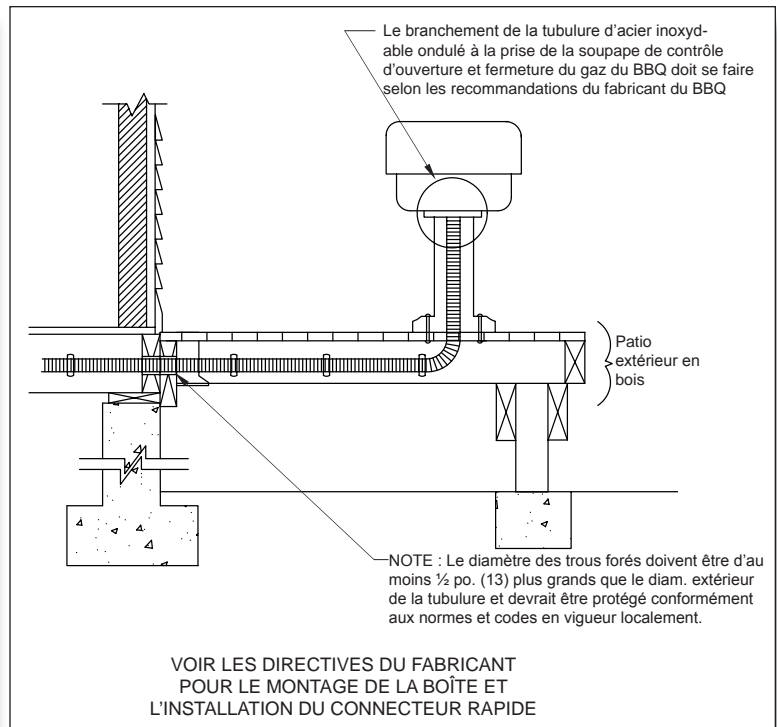

FIG. 4-25 BRANCHEMENT D'UNE CONNEXION DIRECT SUR UN PATIO SURÉLEVÉ
- Un barbecue monté en permanence sur un patio doit être raccordé au système DIAMONDBACK™, tel qu'indiqué dans la FIG. 4-25 et, conformément aux directives de Metal Fab. La portion située à l'extérieur du système DIAMONDBACK™, doit être soutenue contre le côté d'une des solives internes du patio. Si le plancher du patio est plus bas que le haut de la fondation, toute partie exposée du système DIAMONDBACK™, doit être protégée par un conduit.
- Une lampe montée en permanence sur un patio doit être raccordée au système DIAMONDBACK™, tout comme un barbecue monté en permanence, comme on le voit dans la FIG. 4-25, et conformément aux instructions du fabricant.